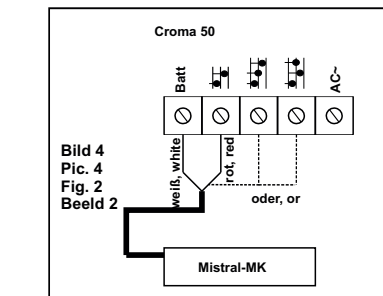

Bild 4 Pic. 4 Fig. 2 Beeld 2
Die rote Ader wird wahlweise an Klemme (1) oder (2) angeklemt. Die weiße Ader wird an Klemme (Batt.) angeklemt. (Bild 4)
Raccordez le câble rouge au choix avec la borne (1) ou (2) ou (Batt.). Raccordez le câble blanc avec la borne (Batt.). (Fig. 4)